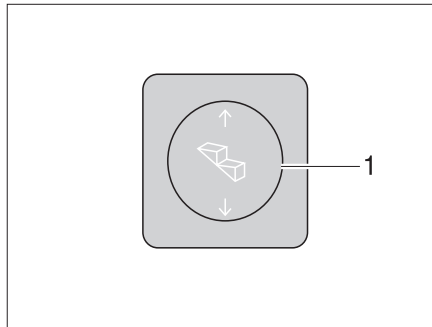

Fig. 7 Interruttore di comando scalino di ingresso
- Premere in basso l'interruttore a bilico (Fig. 7,1) fino a che lo scalino di ingresso è stato completamente estratto.
- Premere in alto l'interruttore a bilico (Fig. 7,1) fino a che lo scalino di ingresso è completamente inserito.